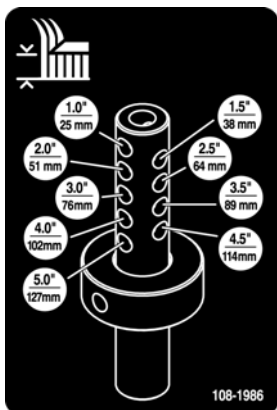

Bild 9
6. Richten Sie den Schnitthöhenstellring mit den gewünschten Schnitthöhenlöchern an der Schnitthöhenstange aus (Bild 9).